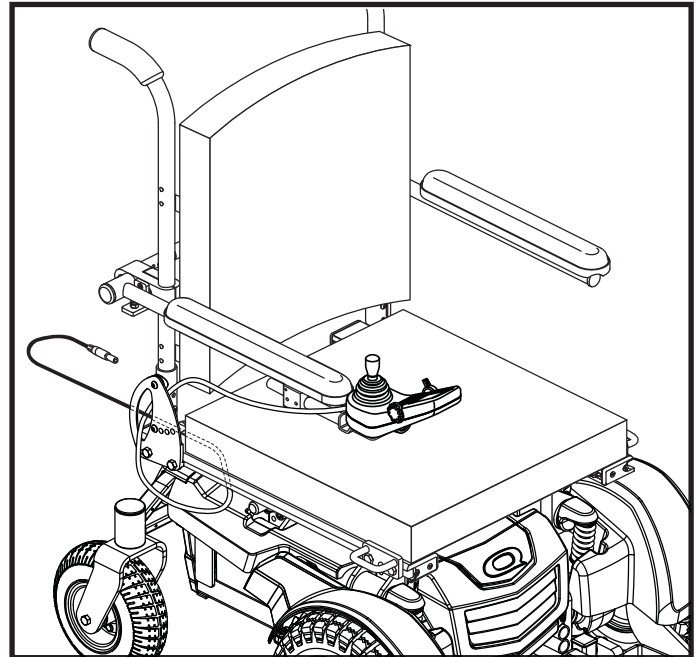

Abb. 9. Steuerkabelführung auf einem Synergy-Sitz
4. Bauen Sie die Steuerung ein und verlegen Sie den Kabelbaum zur Rückseite des Netzteils. **Siehe Abb. 9 oder 10.**